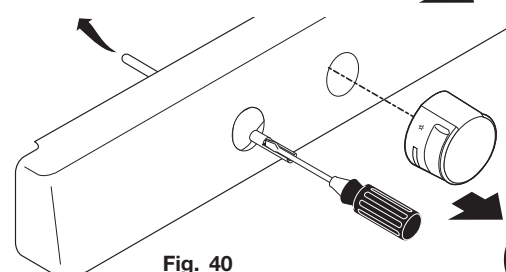

Fig. 40
Si le brûleur s'éteint, remettez le bouton à « OFF » (arrêt). Retirez le bouton de commande du brûleur. Utilisez un tournevis à lame étroite pour régler la taille de la flamme du brûleur intérieur avec la vis de pression de droite (reportez-vous à la figure 40). Réglez la taille de la flamme du brûleur externe avec la vis de pression du bas (fig. 40). Tournez vers la gauche pour augmenter la hauteur de la flamme. Tournez vers la droite pour la diminuer.
5. Utilisez un tournevis à lame étroite pour régler la taille de la flamme du brûleur intérieur avec la vis de pression de droite (reportez-vous à la figure 40). Réglez la taille de la flamme du brûleur externe avec la vis de pression du bas (certains modèles, reportez-vous à la figure 40). Tournez vers la gauche pour augmenter la hauteur de la flamme. Tournez vers la droite pour la diminuer.